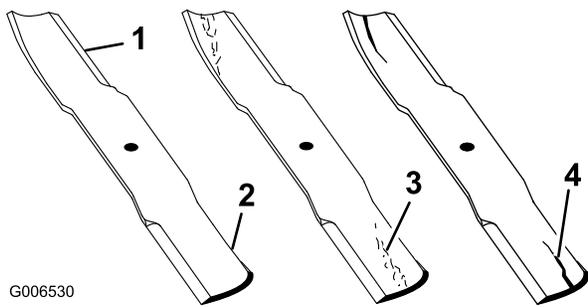

Figure 89
1. Examinez le tranchant des lames (Figure 89). Si les lames coupent mal ou présentent des indentations, déposez-les et aiguisiez-les (voir Aiguisage des lames).
2. Inspectez les lames, surtout la partie relevée (Figure 89). Remplacez immédiatement toute lame endommagée, usée ou qui présente une entaille (Figure 89).